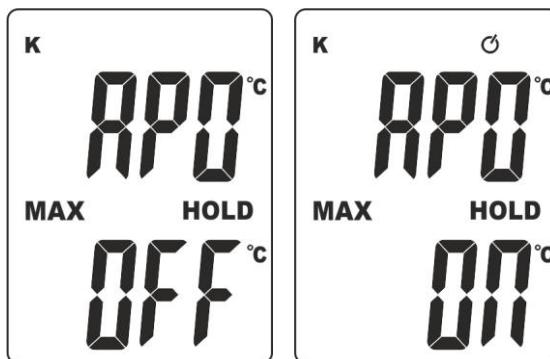

Fig. 4: Deshabilitación/activación Autoapagado
- Pulse de forma prolongada (>1s) la tecla **ON/OFF**. El mensaje "APO OFF" aparece en el visualizador durante un instante (ver la Fig. 4 – parte izquierda) y el símbolo "⌚" desaparece del visualizador
- Repita las mismas operaciones de los puntos 1 y 2 para activar la función con mensaje "APO ON" en el visualizador (vea la Fig. 4 – parte derecha) o bien apague y vuelva a encender el instrumento para reactivarla automáticamente